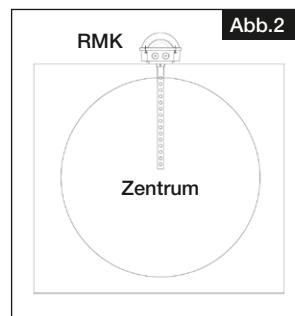
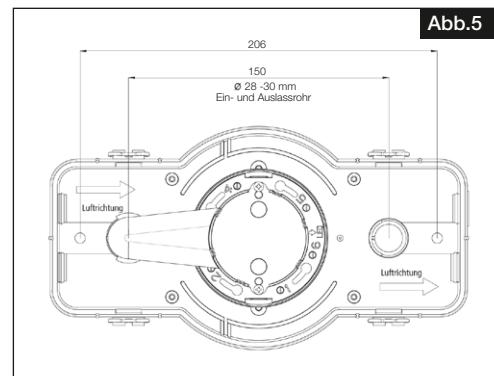

Abb.2
Abb.5
Um eine sichere Raucherkennung zu gewährleisten, muss das Einlassrohr mit mindestens fünf Öffnungen in den Kanal eintauchen (min. 140 mm, s. Abb. 2).
Der Kanalrauchmelder muss **zentriert** (s. Abb.2) und **axial** zur Luftstromrichtung des Lüftungskanals montiert werden (s. Abb.5). Beim Einbau auf eine möglichst schwingungsfreie Montage achten!
1. Für das Ein- und Auslassrohr müssen zwei Öffnungen im Ø 28-30 mm und im Abstand von 150 mm in den Lüftungskanal gebohrt werden (vgl. Abb.5).
2. Zur Befestigung des Lüftungskanalsockels an der Außenwand die beiliegenden Blechschrauben und Dichtungen verwenden (Bohrabstand 206 mm, vgl. Abb.5).